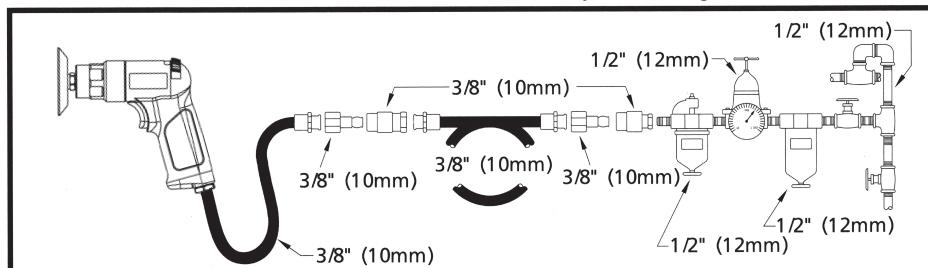

Figure 2 - Configuration recommandée de la conduite d'alimentation en air
1. Cet outil doit être alimenté en air pur et sec à une pression de 620 kPa. Une pression plus élevée entraînerait une usure nettement plus rapide. Reliez l'outil à la ligne d'air en utilisant la conduite, le tuyau et les raccords dans les dimensions indiquées dans Figure 2.
N'utilisez jamais d'attaches rapides sur l'outil. Reportez-vous Figure 2 d'installat ion.